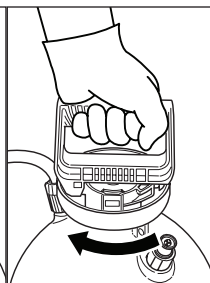

Figure 6.
3. Mettez la pompe dans l'ouverture du réservoir et tournez la poignée dans le sens horaire jusqu'à ce qu'elle soit vissée hermétiquement sur le réservoir. Voir la Figure 6.